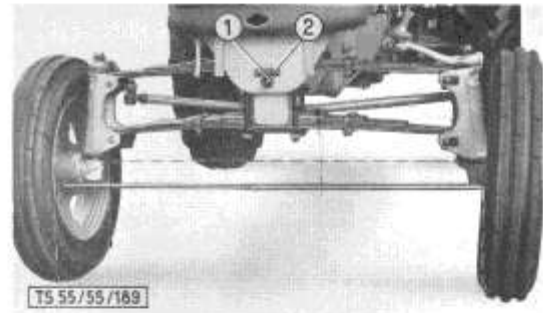

Bild 177: Messen der Vorspur
3. Auf den inneren Seiten der Felgen die Achsmitte mittels Kreide eintragen, die Meßstange ansetzen und Vorder- und Hinterradfelgenabstand messen (Bild 177). Die Vorspur soll 5—8 mm betragen, d. h. die Räder müssen vorne um 5—8 mm enger stehen. Abweichungen von diesem Maß werden durch Verstellen der Spurstange beseitigt, und zwar folgendermaßen: Den rechten Spurstangenkopf aus